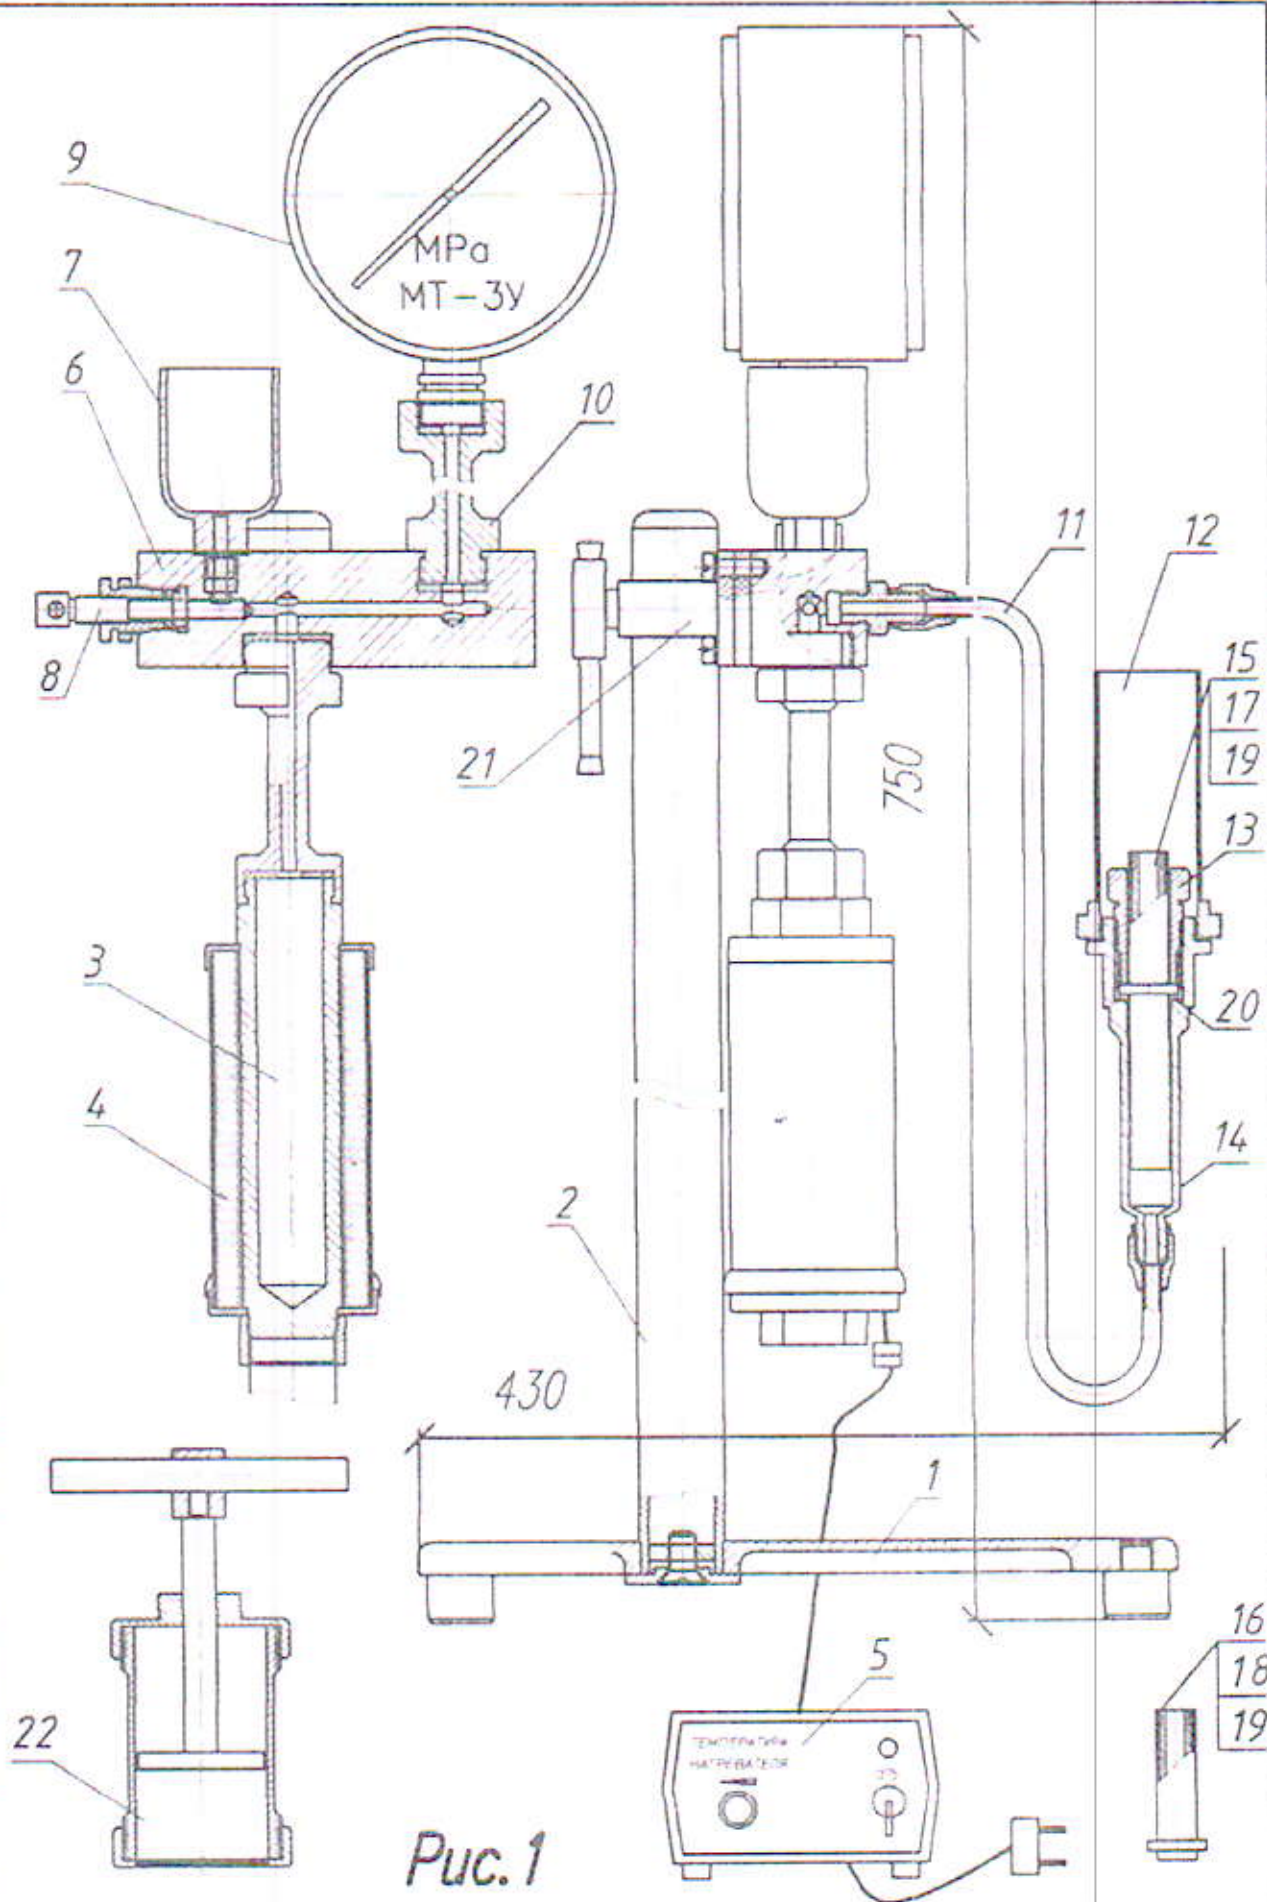

Рис. 1
Пластометр (рис.1) состоит из:
3.2.3 После проверки манометр заправляется маслом И-20А ГОСТ 20799-88 и устанавливается на переходник 6 с помощью вставки 10 (рис.1). Для того, чтобы манометр полностью был заполнен маслом без воздушных пробок, его следует заправлять шприцом с капроновым наконечником, периодически поворачивая корпус манометра вокруг своей оси. Затем производятся все подготовительные работы, описанные в разделе 2.2 инструкции по эксплуатации. После окончания этих работ пластометр готов к испытанию очередной партии смазки.